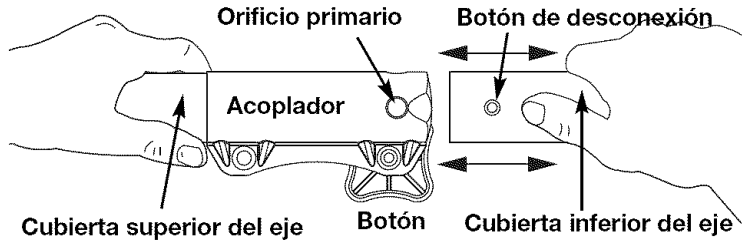

Fig. 2
3. Mientras sostiene con firmeza el bastidor del eje superior, tire del accesorio de jardín hacia afuera del acoplador (Fig. 2).
3. Mientras sostiene el accesorio con firmeza, empujelo en línea recta en el acoplador (Fig. 2).
PRECAUCIÓN: Trabe el botón de desconexión en el orificio primario (Fig. 2) y ajuste bien la perilla antes de operar esta unidad.